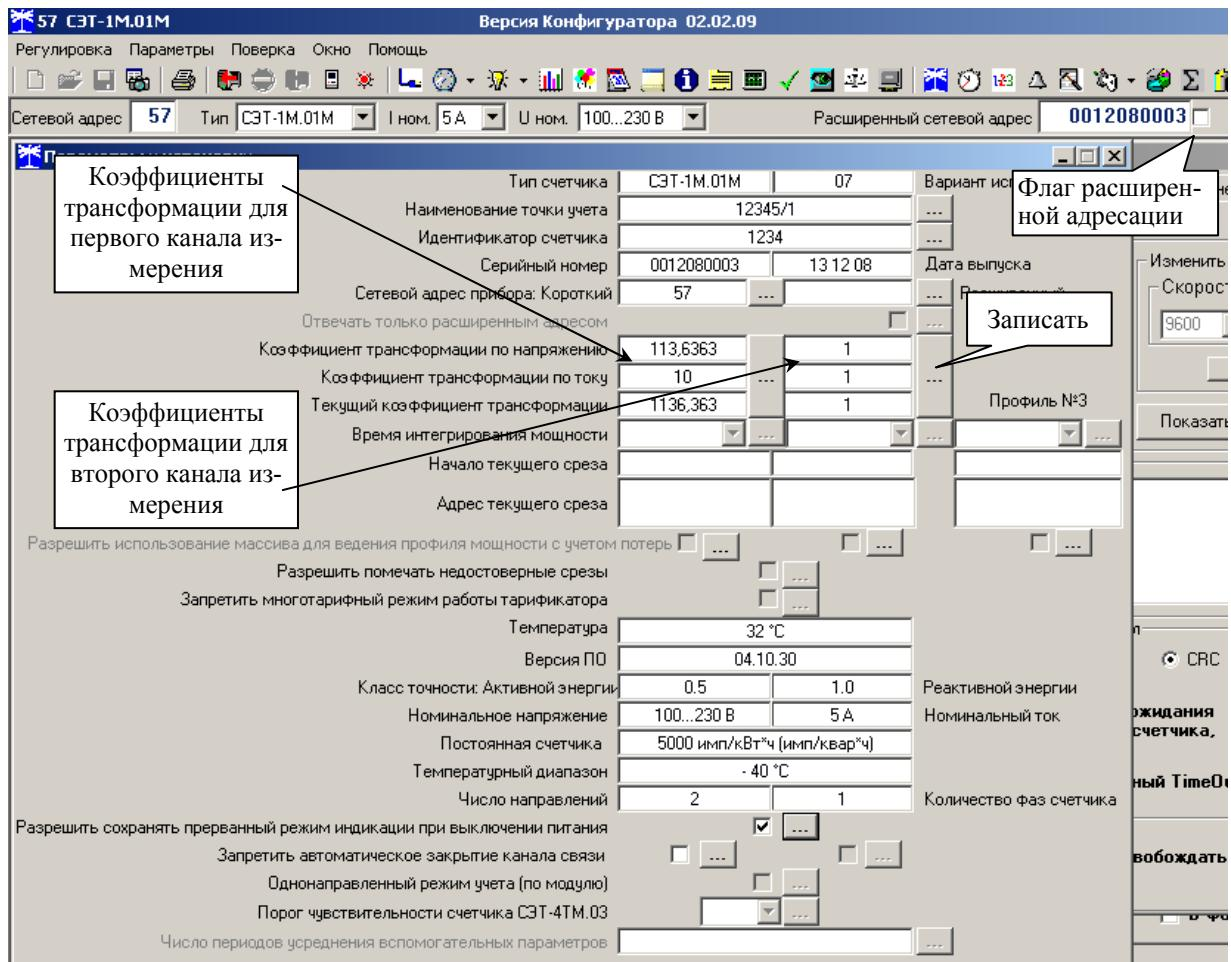

Рисунок 5 – Форма «Параметры и установки»
5.2.11.2 Для изменения адреса, нужно в соответствующее окно «Сетевой адрес» «Короткий», «Расширенный» формы «Параметры и установки» (рисунок 5) вписать требуемое значение и нажать кнопку «Записать», справа от окна. После успешной записи новый адрес автоматически переписывается в соответствующие окна «Сетевой адрес», «Расширенный сетевой адрес» генеральной формы программы для дальнейшей адресной работы со счетчиком.
5.2.11.7 Счетчик в ответ на запрос с коротким адресом отвечает коротким адресом, а на запрос с расширенным адресом, отвечает расширенным адресом. Для настройки конфигуратора на работу с расширенным адресом необходимо установить флаг рядом с окном «Расширенный сетевой адрес» генеральной формы программы (рисунок 5) или снять этот флаг для работы с коротким адресом.